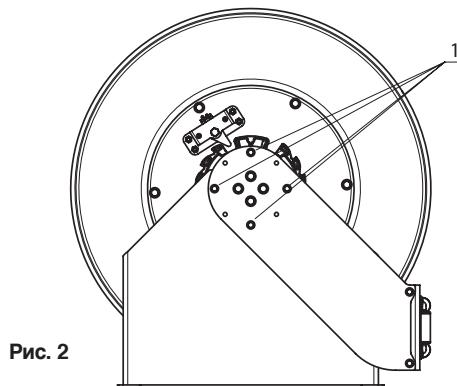

Рис. 2
Для расположения данных держателей следует ослабить и снять винты (1) (рис. 2) на обоих держателях. При этом бобина и